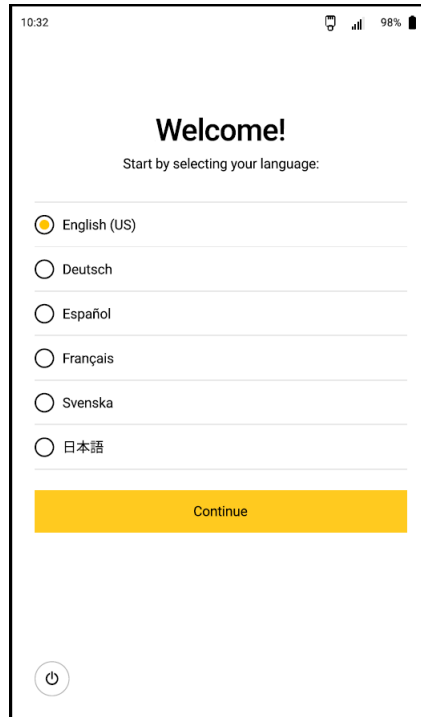

Fig. 06
1. Lors de la première mise en service, choisir une langue d'affichage. (Fig. 06)